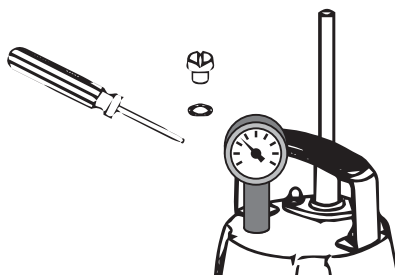

Рис. 7
4. *Проверка герметичности.* Данную проверку следует проводить совместно с заменой масла, после его слива из маслянной камеры. Выкрутите винт-пробку на крышке электродвигателя (рис. 7). В освобожденное отверстие установите манометр или компрессометр. С помощью компрессора или насоса для опрессовки подайте на 30 секунд давление 0,2 МПа в отверстие для слива/залива масла. Контролируйте процесс по показаниям на измерительном приборе.